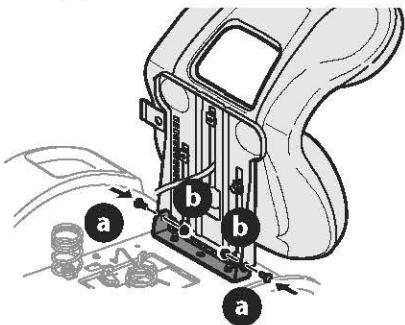

Figura 3
4. Luego, con los tornillos con reborde (a) y las tuercas de seguridad con brida (b) previamente quitados, asegure un lado del asiento y soporte del asiento. Mientras sostiene el asiento, quite el destornillador Phillips y asegure el otro lado del asiento. Tenga cuidado de no doblar o dañar el mazo de cables mientras instala el asiento (Figura 3). Ajuste hasta 84-103 pulgadas-libras (9-12 N·m).